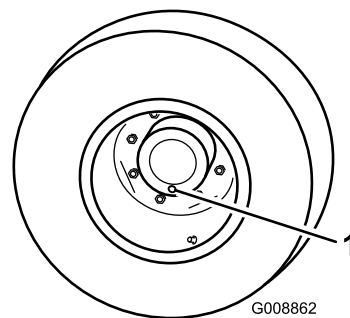

Figura 105
1. Con la macchina parcheggiata su una superficie piana, posizionate la ruota in modo che un tappo di controllo si trovi nella posizione inferiore (ore 6) (Figura 105).